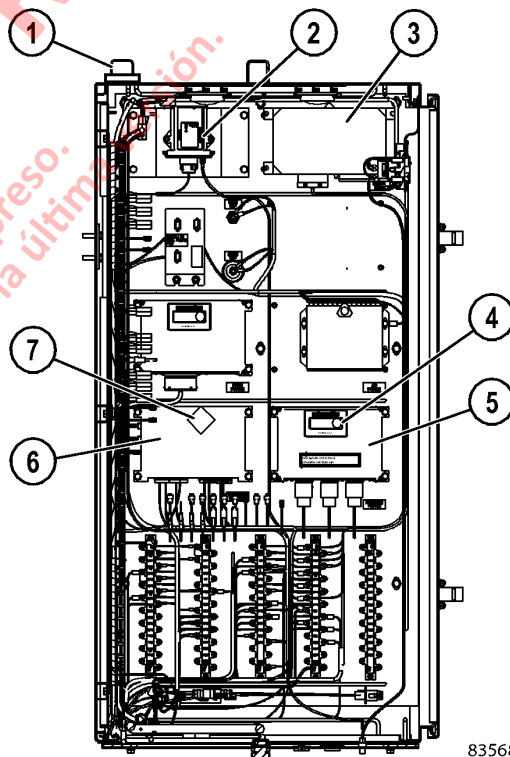
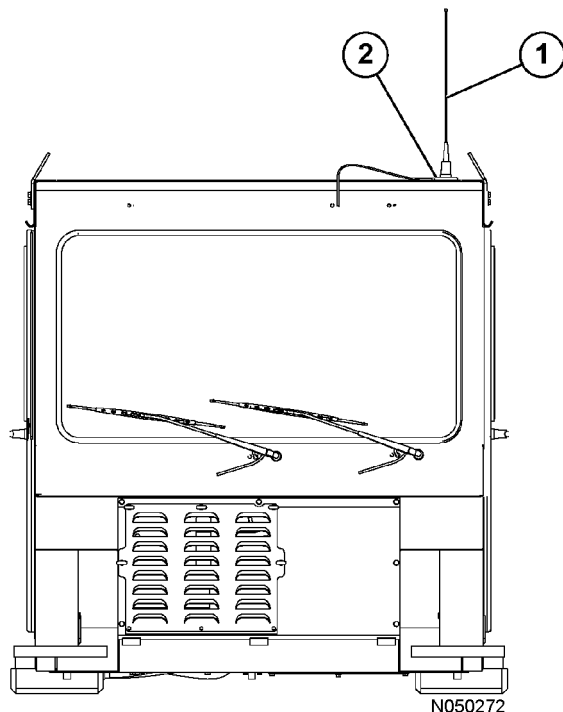

FIGURA 5-13. UBICACIÓN DE LOS COMPONENTES DE KOMTRAX PLUS
FIGURA 5-14. ANTENA DE ORBCOMM
Este sistema utiliza el controlador KOMTRAX Plus (antiguamente VHMS) (6, Figura 5-13) para recolectar información sobre el funcionamiento del camión desde los sensores y otros controladores instalados en el camión. Esta información almacenada en KOMTRAX Plus pasa a un computador personal (PC) o se transmite directamente a través de un satélite de comunicaciones (que use el controlador ORBCOMM). Estos datos luego quedan compilados en el servidor de Komatsu. Según estos datos, el distribuidor de mantenimiento de Komatsu sugerirá mejoras y entregará información para reducir los costos de reparación y tiempo de inactividad de la máquina.
Para encender el sistema KOMTRAX Plus, coloque el interruptor de arranque en ON y el controlador de KOMTRAX Plus comenzará la secuencia de inicialización inmediatamente después de recibir el suministro eléctrico de 24 V desde el interruptor. Esta secuencia demora alrededor de tres segundos, donde los dígitos LED rojos (7, Figura 5-13) mostrarán una secuencia circular de segmentos LED parpadeantes.
El controlador Orbcomm (3, Figura 5-13) transmite datos a través de la antena (1, Figura 5-14) instalada sobre la cabina. El cable coaxial de esta antena está instalado por dentro de la cabina para protegerlo contra posibles daños. Si la antena o el cable coaxial están dañados, reemplácelos.
El módulo de interfaz (3, Figura 5-13) recibe datos desde los sensores instalados en el camión y envía esta información al controlador de KOMTRAX Plus. La luz LED verde pequeña en la superficie del controlador debe encenderse de forma intermitente si coloca el interruptor de arranque en ON, ya que si está encendida de forma continua, significa que hay un problema en el controlador.
El puente inalámbrico Komatsu (2, Figura 5-13) permite transferir la información desde el controlador de KOMTRAX Plus al computador portátil a través de una red inalámbrica. La información descargada a través del KWB (puente inalámbrico de Komatsu, por sus siglas en inglés) es la misma recolectada durante la descarga manual del sistema KOMTRAX Plus. Para realizar estas descargas, puede conectar el computador en o cerca de un camión inmóvil, aunque también puede colocarlo cerca de un camino de camiones en movimiento. Estas descargas demoran 10 segundos y si solo descarga una parte de los datos mientras el camión pasa cerca del computador, el resto de la información se descargará la próxima vez que realice una descarga de datos.